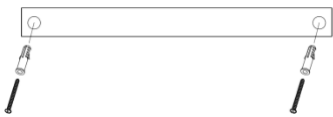

Abb. 2
2. Verwenden Sie die Maßschablone, um die beiden oberen Löcher ($\Phi 8$) in die Wand zu bohren, und setzen Sie die Expansionsschrauben in die Löcher, wie in der Abbildung gezeigt. (Abb. 2).